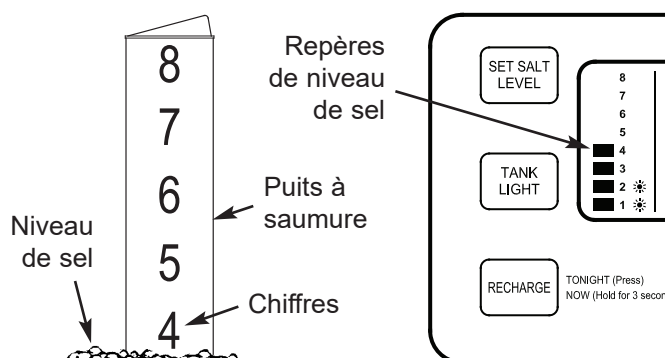

FIG. 27
2. L'échelle de niveau de sel, sur le puits à saumure situé à l'intérieur du réservoir, comprend des chiffres de 0 à 8 (voir figure 27). Repérez le chiffre le plus élevé ou le plus près du sel égalisé.
3. Appuyez sur le bouton SET SALT LEVEL (régler le niveau de sel) autant de fois que nécessaire pour que les barres de repère du niveau de sel dans l'affichage (voir figure 27) correspondent au chiffre sur le puits à saumure. Au niveau 2 ou moins, l'indicateur de bas niveau de sel se met à clignoter.